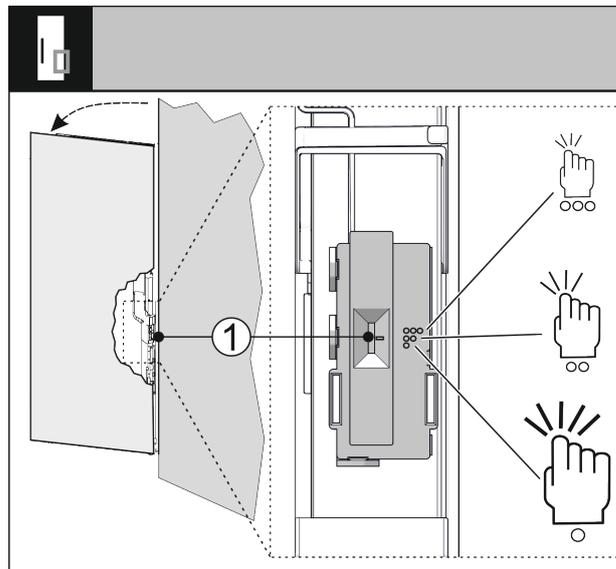

Fig. 34
Vous pouvez régler la sensibilité du capteur de frappe à l'aide d'un interrupteur Fig. 34 (1). L'interrupteur se situe du côté des charnières, dans le tiers inférieur de la porte.
- ▶ Pousser l'interrupteur Fig. 34 (1) dans la position souhaitée.